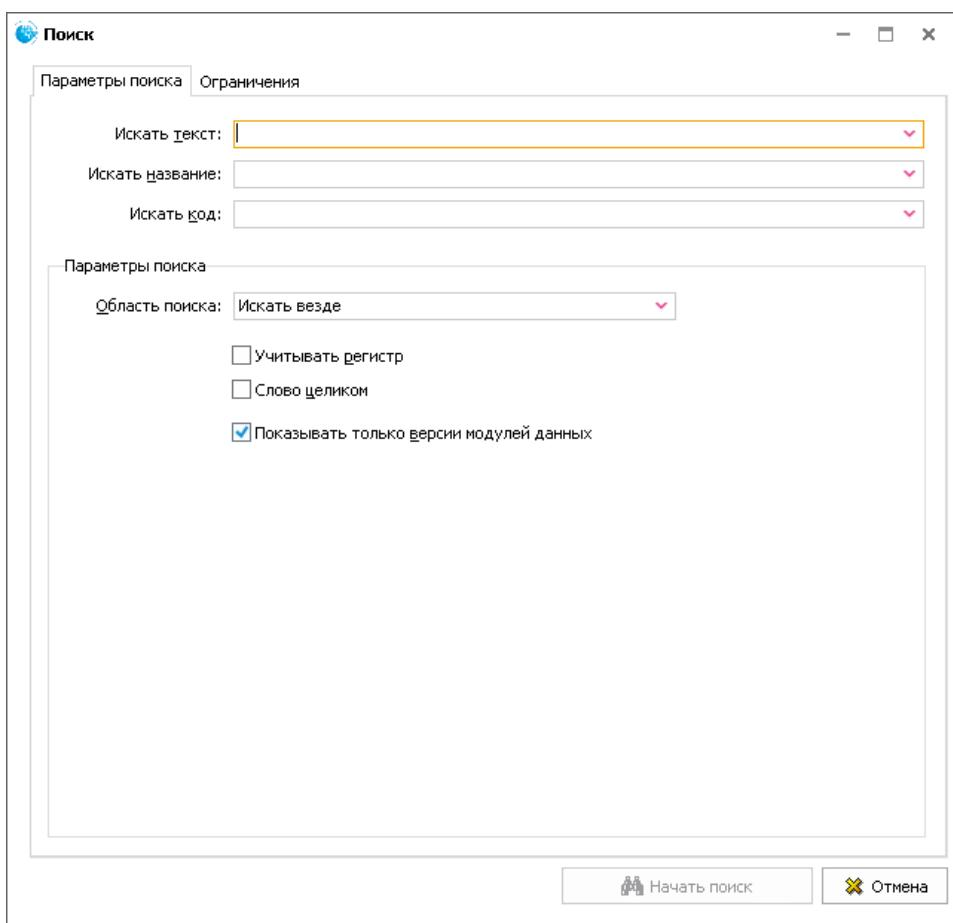

Рис. 61
2. Нажмите на кнопку **Поиск**  в выпадающем меню выберите пункт **Поиск ...** (или нажмите клавиатурную комбинацию **CTRL+F**). При этом откроется окно **Поиск** (рис. 61).